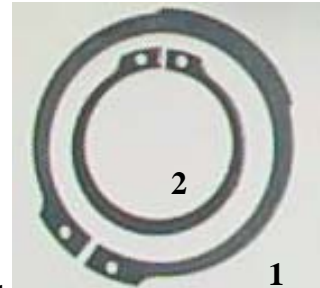

Figure : 1
Monter sur la pièce conique (figure :1) support d'embrayage le circlips (1) dans les gorges inférieures de celle-ci.
Positionner l'entretoise comme sur la figure 1, pour que le réducteur puisse être monté vers le haut ou le bas.